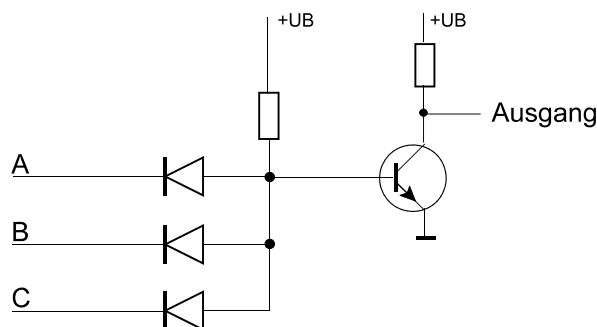

Abb. 2
3. Die Schaltung von Abb. 2 soll eine NAND-Gatter sein. Wird sie aber wirklich zuverlässig arbeiten? Erläutern Sie kurz die grundsätzlichen Probleme und schlagen Sie eine Lösung vor. Tip: Beide Schaltzustände (Aus und Ein) untersuchen...